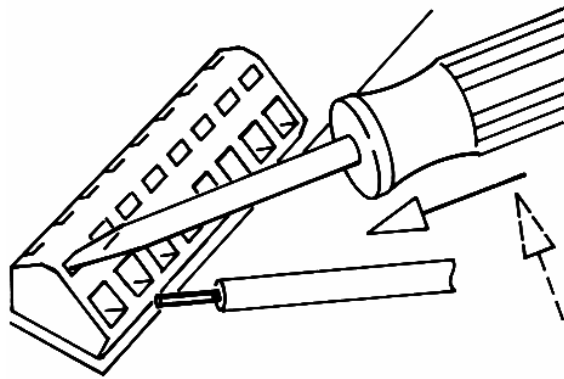

Рис. 5
- **Указания по работе с клеммами:** на рис. 5 показано, как нужно открывать клеммы входящей в комплект поставки отверткой. Одна клемма предназначена для подключения только одного провода.